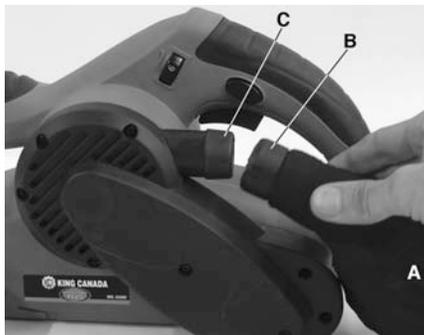

Figure 4
Lors de l'utilisation, beaucoup de poussière est produite, alors il est important d'utiliser un sac de poussière (A) Fig.4. Installez le bec (B) du sac de poussière à la sortie de poussière (C) sur la ponceuse.